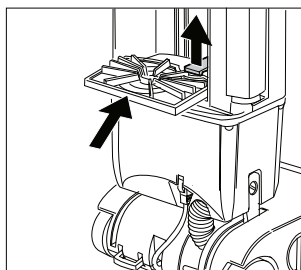

Fig. 8
5.2 Sustituir el filtro de seguridad <Fig. 8>